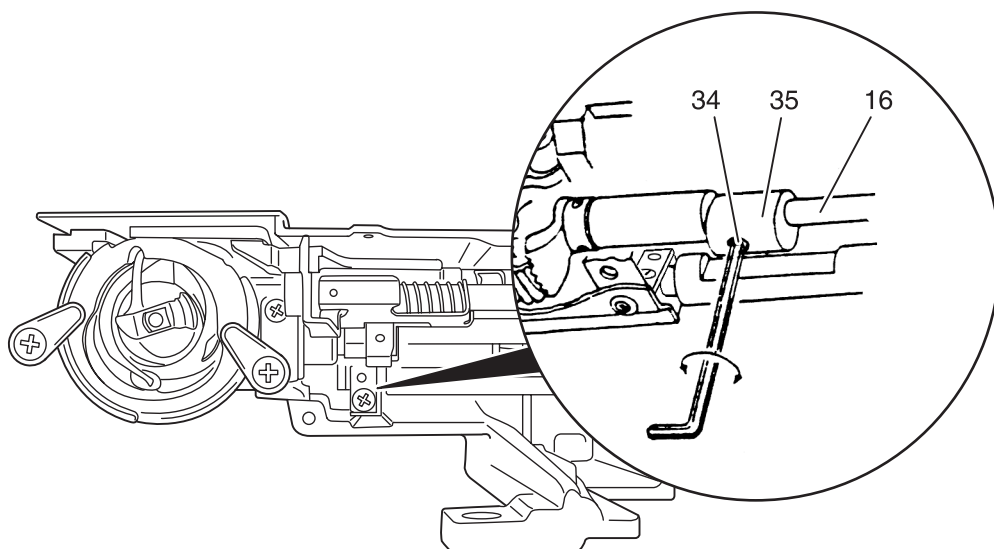

Рис. 26
- Ослабьте крепежные винты 34 ключом размером 2,5 мм для винтов с внутренним шестигранником (рис. 26).